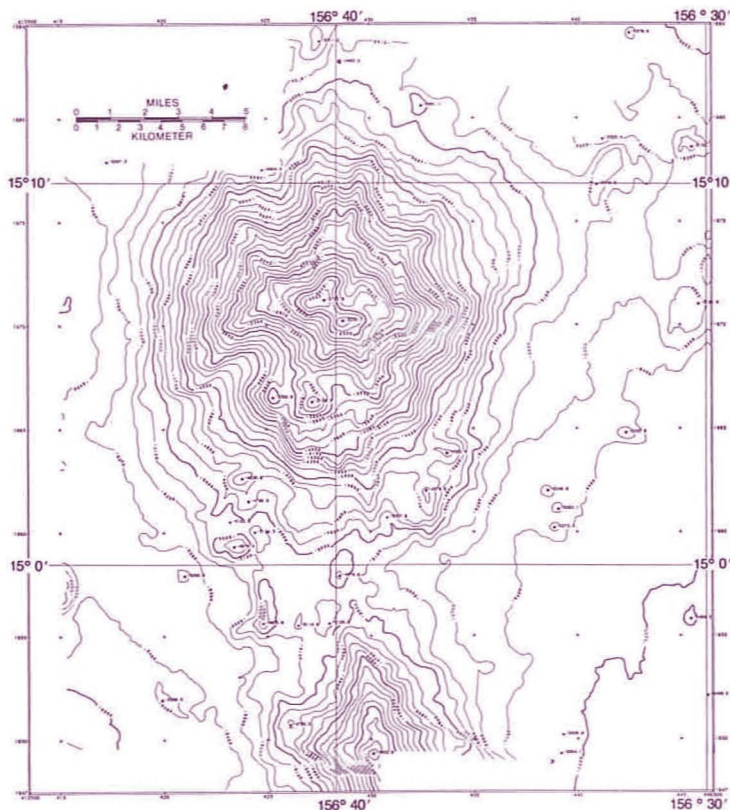

Fig. 8
- ▷ Tiefenlinienkarten (Fig. 8 und 15)
- ▷ bathymetric maps (Figs. 8 and 15)